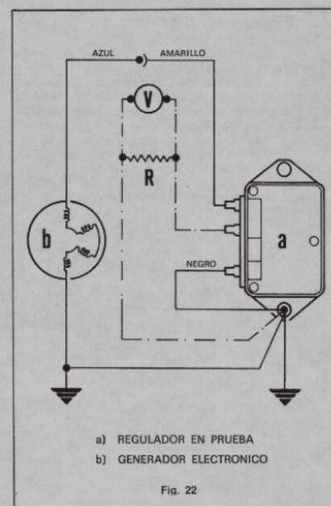
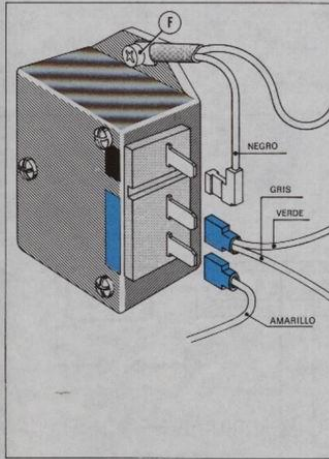

Fig. 22
Fig. 23
1. Quitar al vehículo eficiente, que se utiliza para efectuar la prueba, el regulador de tensión preexistente y montar (ver esquema de las conexiones en la fig. 22) el que debe controlarse, pero sin conectar el terminal que une los cables GRIS y VERDE (ver fig. 23), excluyendo de esta manera las cargas de las lámparas que, en caso de regulación defectuosa, podrían quemarse.